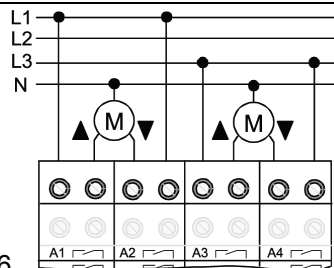

Bild 6
- Antriebe anschließen (Bild 6).
- Abdeckkappe über die Busklemme schieben (Bild 6 A), bis sie einrastet.